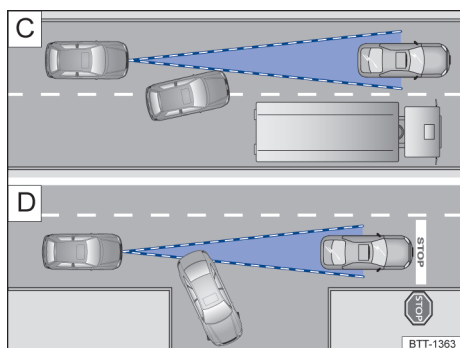

Fig. 119 C Mudança de faixa. D Veículo virando ou parado.
Por exemplo, se um veículo detectado pelo ACC virar ou mudar de faixa, e se houver um veículo parado à frente deste veículo, o ACC não reagirá ao veículo parado → Fig. 119 D.
- Veículos que mudam para a faixa do próprio veículo imediatamente detectados ou veículos à frente → Fig. 119 C.